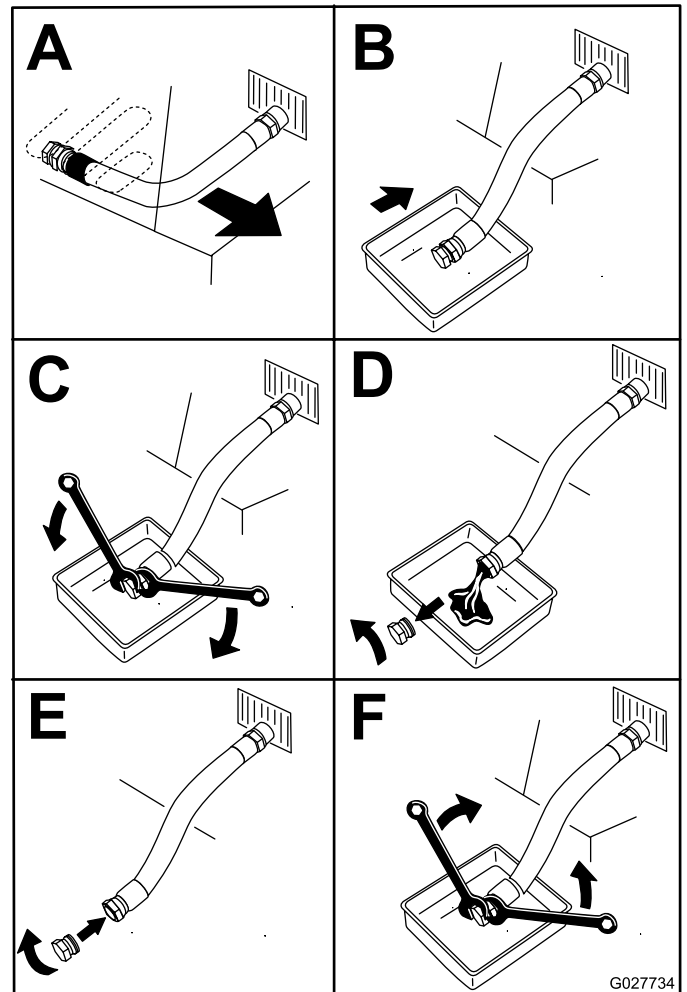

Figure 58
5. Vidangez l'huile moteur (Figure 58).